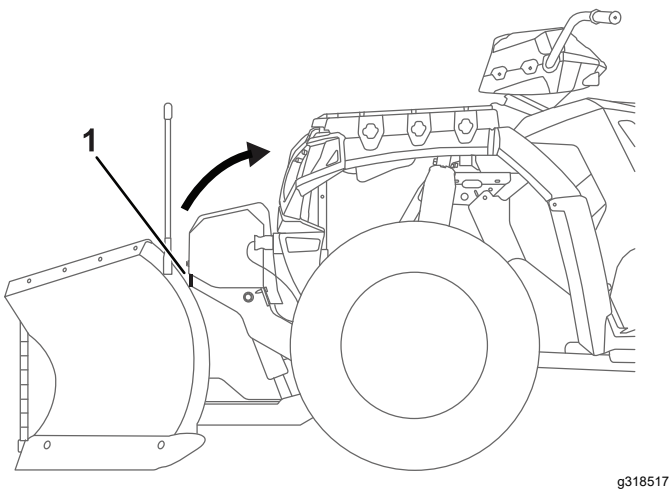

Bild 15
7. Drücken Sie mit dem Kupplungsgriff die Kupplungssäule nach oben und, bis die Federstifte der Kupplung einrasten (Bild 15).